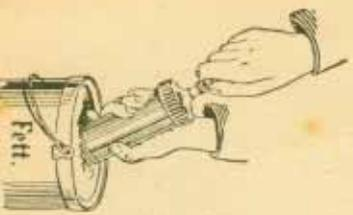

Abbildung 2
2. Presse luftdicht abdrehen, in ein Fetgefäß haken und Kolben herunterziehen. Dadurch stößt sich das Fett in das Pressenauge und fällt dieses etwas zu. Das geringe Quantum Fett, welches nicht mehr in die Presse vollständig zu füllen, noch fehlt, kann mittels eines Holzspatels nachgefüllt werden (Abbildung 2).